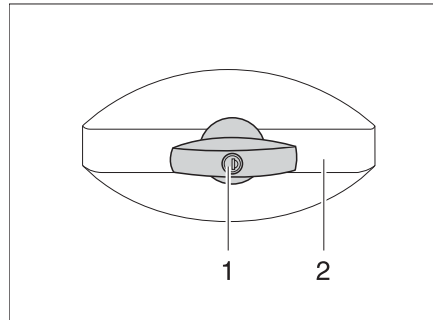

Fig. 31 Cerradura de la trampilla, de forma elíptica, cerrada
- Introducir la llave en el cilindro de cierre (Fig. 31,1) y girarla un cuarto de vuelta en sentido contrario a las agujas del reloj. El asidero de la cerradura (Fig. 31,2) se abre de golpe.